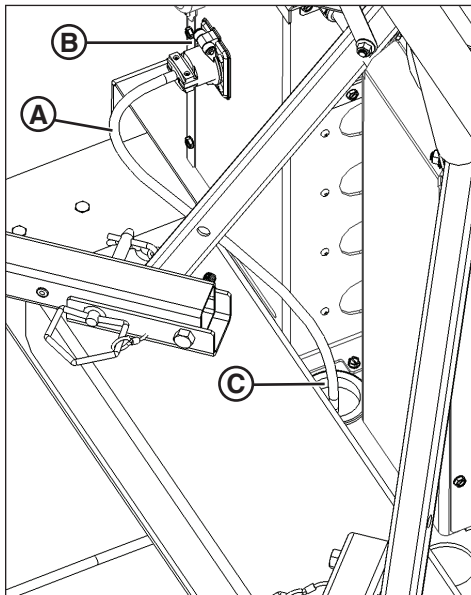

Figure 8
- Brancher un robuste cordon d'alimentation destiné à l'extérieur (A, Figure 8) de l'entrée d'alimentation sur le côté de l'appareil (B) à une source de courant de 120 volts c.a. Consultez **Spécifications**.